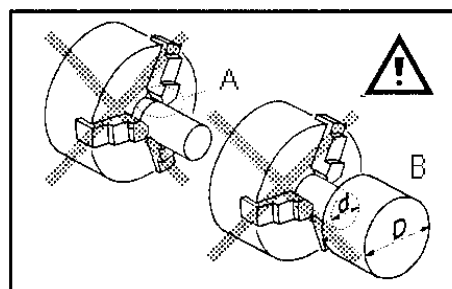

Figure 10-4 : Mauvais serrage
Évitez tout contact de serrage court (A, Fig 10-4) ou tout serrage sur un diamètre mineur (B). Placez la pièce sur la face pour améliorer le support.